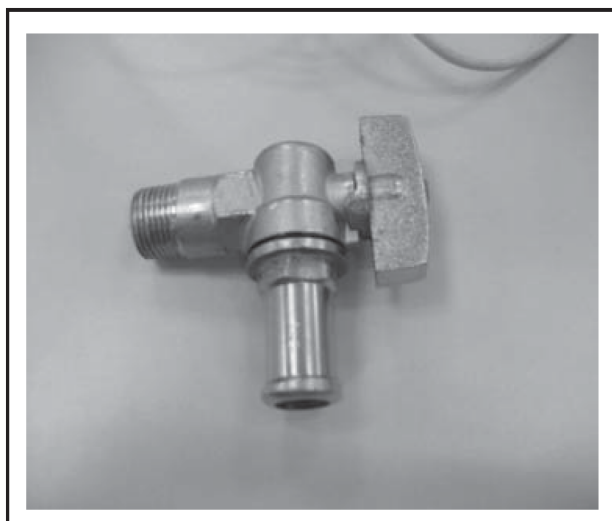

Рис. 32
1. Закройте клапан водонагревателя; (Рис. 32)